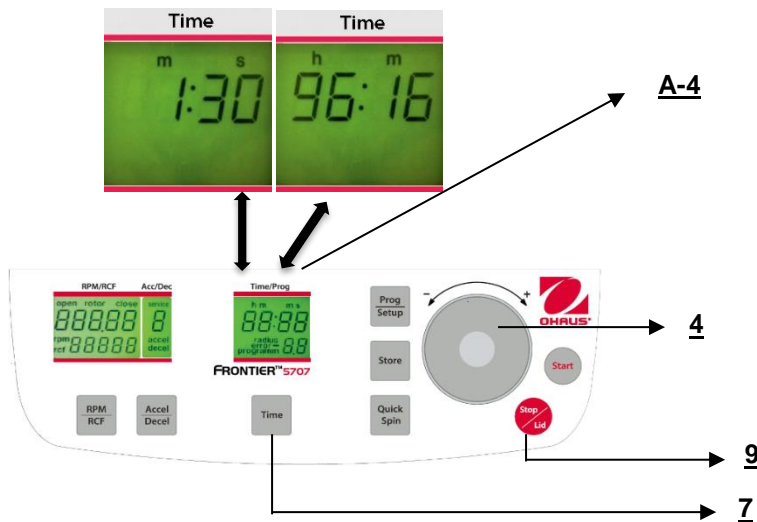

Figura. 17
Configure el valor deseado con el dial de ajuste (4). Después de exceder 59 min 50 s, la indicación cambia automáticamente a "h : m". Después de exceder 99 horas 59 minutos, aparece la palabra "cont" en la pantalla "Time" (A-4). Esta operación continua solo puede interrumpirse al presionar el botón "Stop" (9). El tiempo inicia la cuenta regresiva en cuanto se alcanza la velocidad configurada. La pantalla siempre muestra el tiempo de operación restante. (Vea la figura 17) Todos los pasos marcados con números se refieren a la Figura 17.